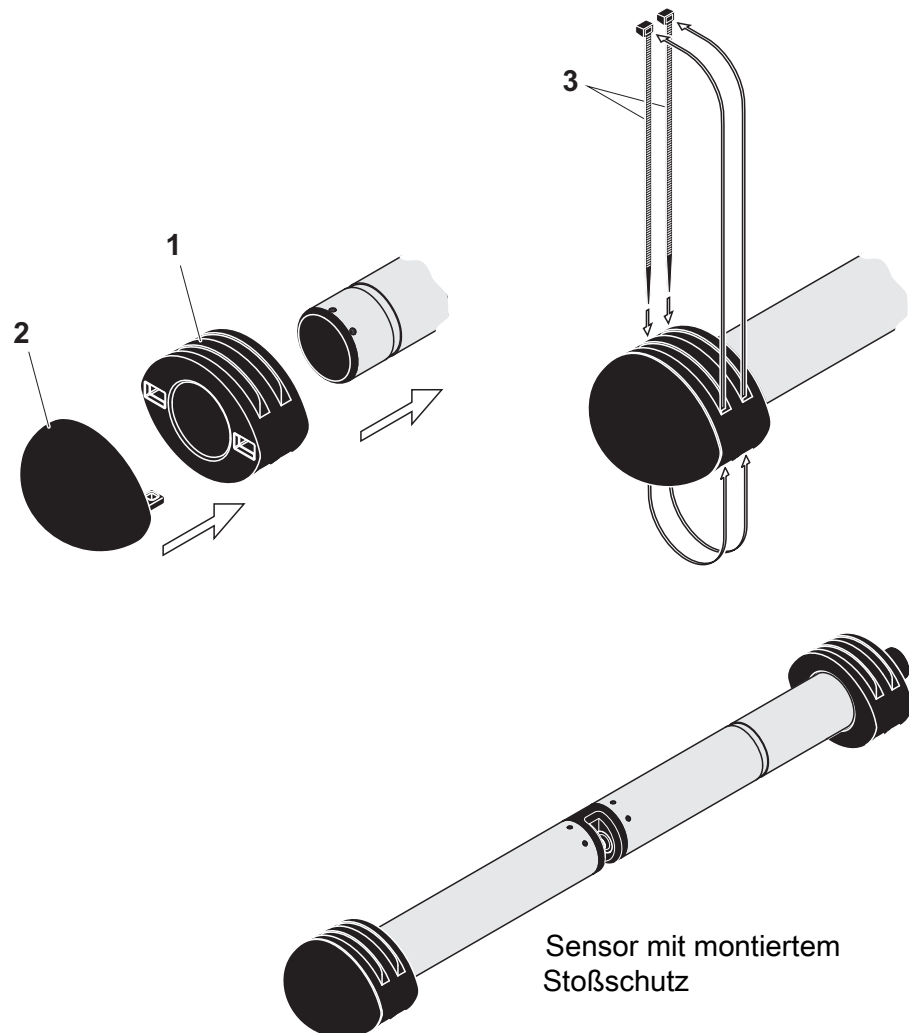

Bild 3-4 Stoßschutz montieren
1. Die Kappe (Pos. 2 in Bild 3-4) und einen der beiden Ringe (Pos. 1) zusammenstecken.
2. Die zusammengesteckte Einheit auf das Sensorende aufstecken und mit 2 Kabelbindern (Pos. 3) wie in Bild 3-4 gezeigt fixieren.